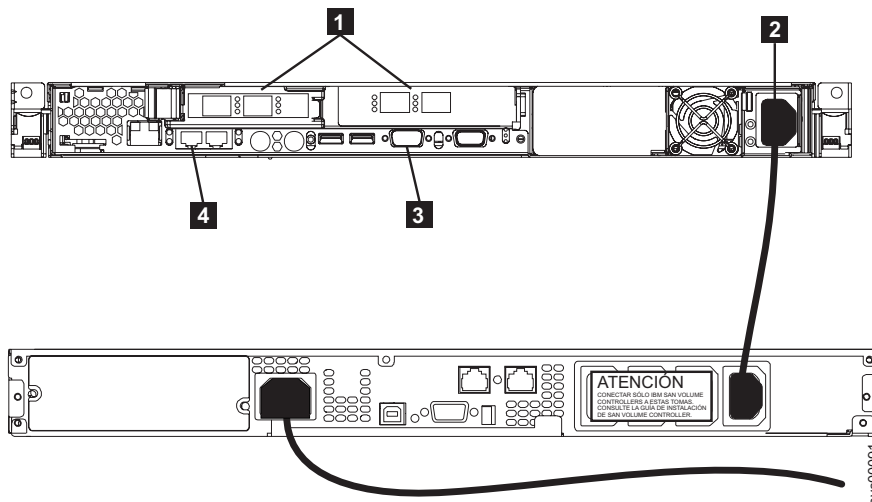

Figura 1. Cable de alimentación y zócalos de señal para el SAN Volume Controller 2145-8F2 y la fuente de alimentación ininterrumpida 2145 1U
2. Asegúrese de que el cable de alimentación **2** está conectado en el receptáculo del segmento de carga de la fuente de alimentación ininterrumpida 2145 1U. Asegúrese también de que el otro extremo del cable de alimentación de la fuente de alimentación ininterrumpida 2145 1U se ha conectado desde la fuente de alimentación ininterrumpida 2145 1U hasta el punto de distribución del bastidor. En la Figura 1 se muestran los conectores del SAN Volume Controller 2145-8F2 y la fuente de alimentación ininterrumpida 2145 1U.